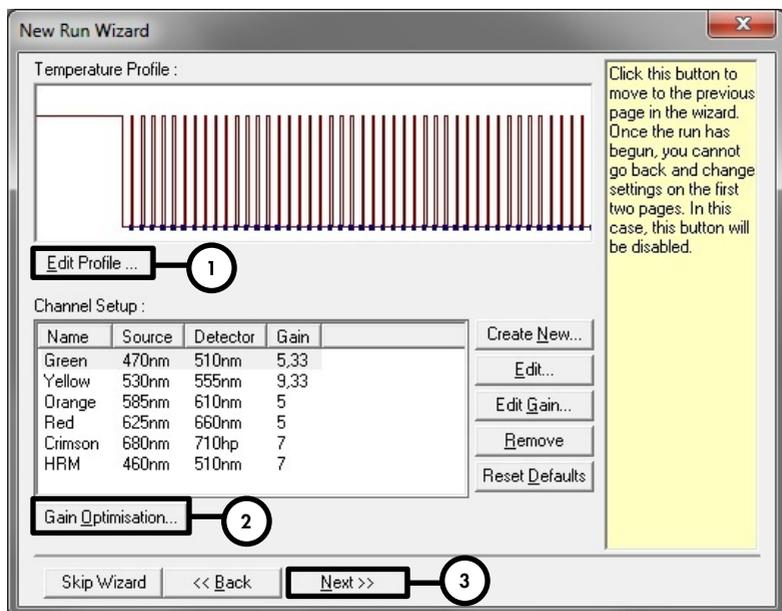
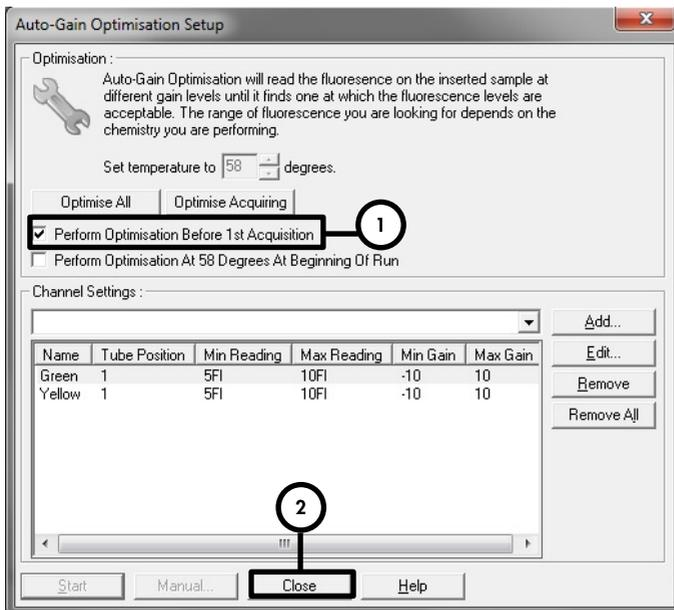

Figure 4. Modification du profil.
Figure 7. Réglage de la sensibilité des canaux de fluorescence.
| Réglage de la sensibilité des canaux de fluorescence | Figure 7 |
9. Dans la boîte de dialogue **New Run Wizard** (Assistant Nouveau cycle), cliquer sur le bouton **Edit Profile** (Modifier profil) (figure 4) et programmer le profil de températures comme indiqué sur les figures 5-6.
10. La plage de détection des canaux de fluorescence doit être déterminée selon les intensités de fluorescence des tubes de PCR. Dans la boîte de dialogue **New Run Wizard** (Assistant Nouveau cycle), cliquer sur **Gain Optimisation** (Optimisation du gain) (voir figure 4, étape 2) pour ouvrir la boîte de dialogue **Auto-Gain Optimisation Setup** (Configuration de l'optimisation du gain automatique) (figure 7). Cocher la case **Perform Optimisation Before 1st Acquisition** (Réaliser l'optimisation avant la 1^{re} acquisition) (figure 7). S'assurer que les deux canaux (Green et Yellow) sont sélectionnés pour **Auto-Gain Optimisation** (Optimisation du gain automatique) (figure 7). (Rechercher les canaux dans le menu déroulant sous **Channel Settings** [Paramètres de canal] et cliquer sur **Add** [Ajouter].) Dans la boîte de dialogue **Auto-Gain Optimisation Setup** (Configuration de l'optimisation du gain automatique), cliquer sur **Close** (Fermer) à la fin de l'étalonnage du gain.